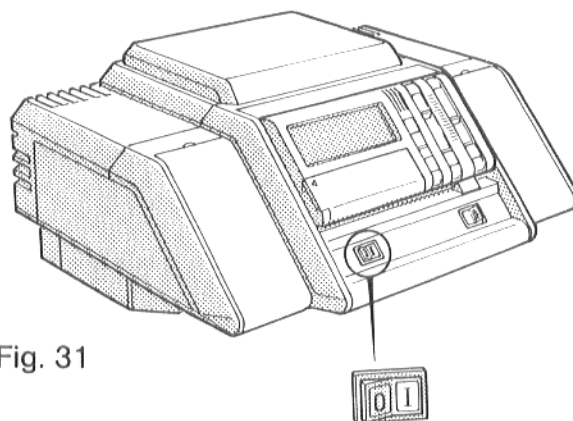

Fig. 31
- Porre l'interruttore di esercizio (Fig. 31) in posizione I (EIN = INSERITO).